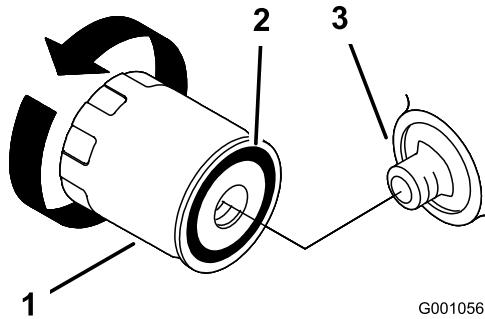

Figura 26
2. Retire el filtro usado y límpie con un trapo la superficie de contacto de la junta (Figura 26).
3. Aplique una capa fina de aceite nuevo a la junta de goma del filtro nuevo (Figura 26).
4. Instale el filtro de repuesto en el adaptador de filtro; gire el filtro en el sentido de las agujas del reloj hasta que la junta de goma entre en contacto con el adaptador del filtro, luego apriete el filtro de $\frac{3}{8}$ a 1 vuelta más (Figura 26).